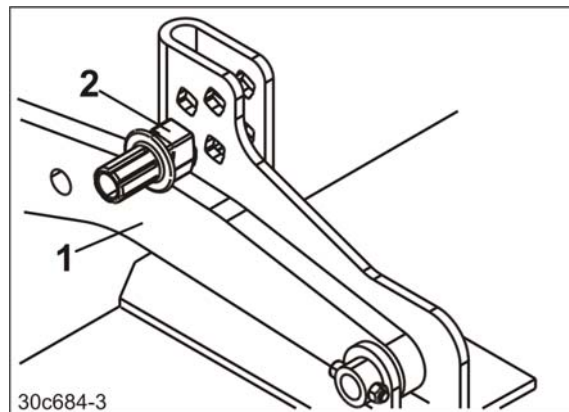
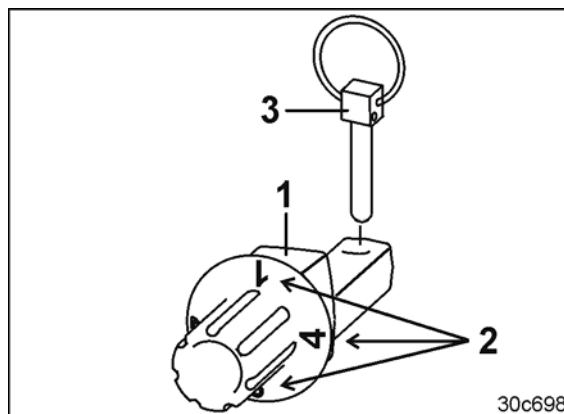

Рис. 113
Рис. 115
1. С помощью гидравлической системы трактора поднимите агрегат на такую высоту, чтобы пальцы регулировки глубины (Рис. 113/2) поднялись с кронштейнов (Рис. 113/1).
- о чем больше цифра (Рис. 115 /2) на кромке, прилегающей к кронштейну (Рис. 113/1).